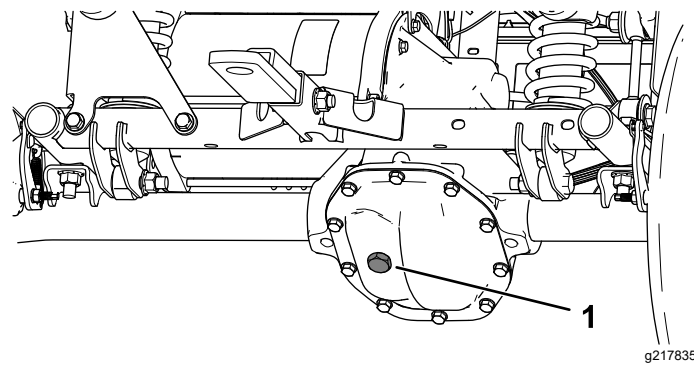

图 51
4. 卸下驱动桥上的加注塞 图 51。
5. 如果液位过低应卸下加注塞添加指定液体直至其溢出加注孔 图 51。
4. 取下驱动桥上的加注塞并向驱动桥加注指定液体直至溢出加注孔图 51。